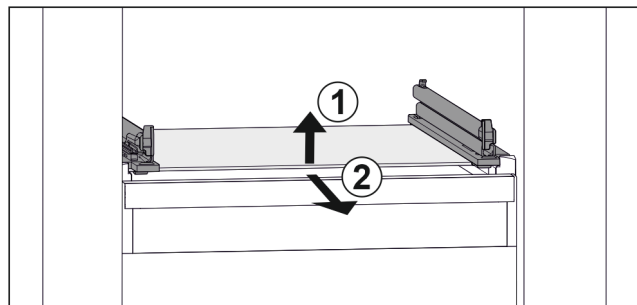

Fig. 27 Rappresentazione esemplificativa del ripiano in vetro
- Sollevare il ripiano in vetro dal davanti. Fig. 27 (1)
- Rimuovere il ripiano in vetro tirando in avanti. Fig. 27 (2)